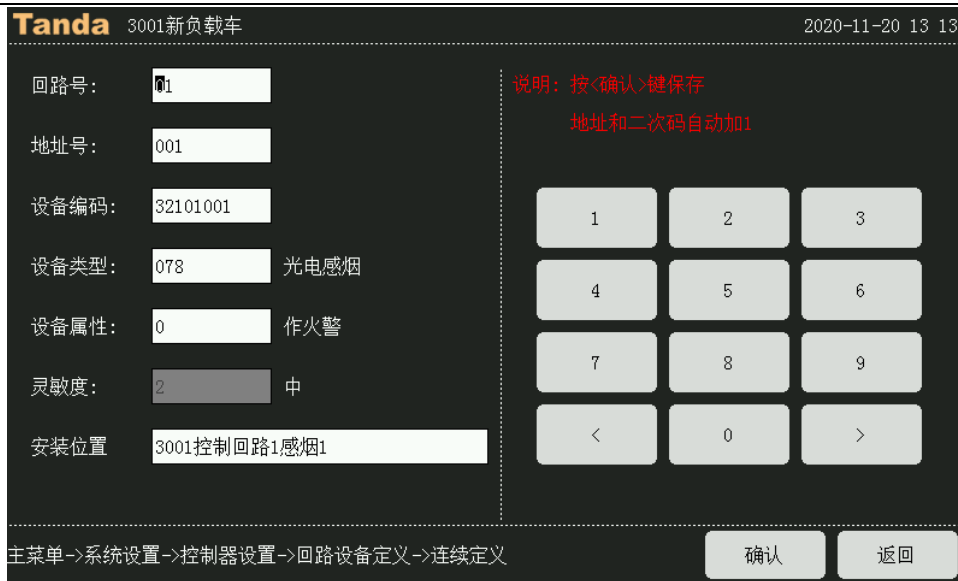

图 4-33 总线部件继承定义
2) 继承设备定义中，输入完成并保存后，再调出下一个地址信息进行修改，如图4-33。